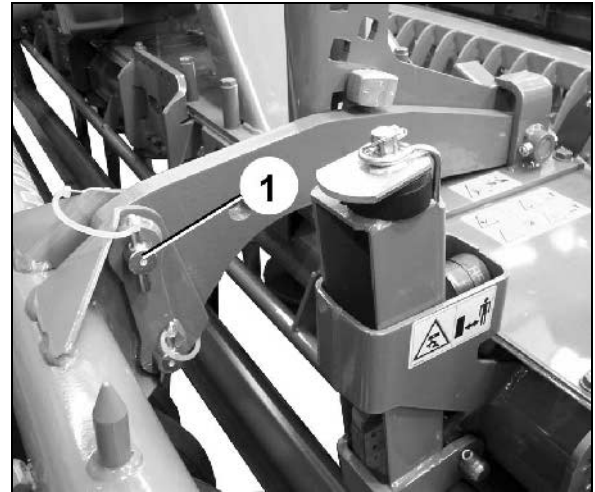

Fig. 39
- Fjern de øverste bolte (Fig. 39/1), så snart kombinationen er udstyret med en påbygningssåmaskine, og påbygningssåmaskinen er fastgjort på jordbearbejdningsmaskine og valse.